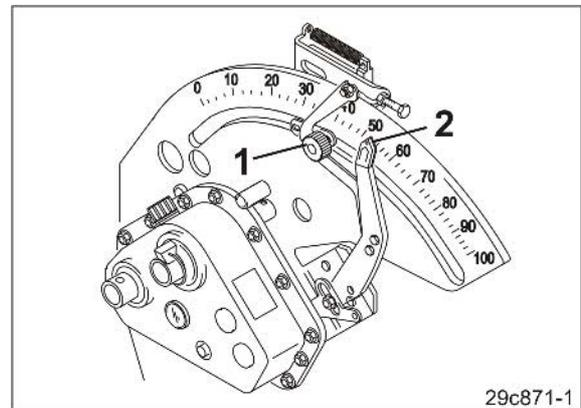

Fig. 155
3. Soltar el cabezal de ajuste (Fig. 155/1).
5. El indicador (Fig. 155/2) de la palanca del engranaje debe ajustarse **desde abajo** sobre el valor de ajuste del engranaje.